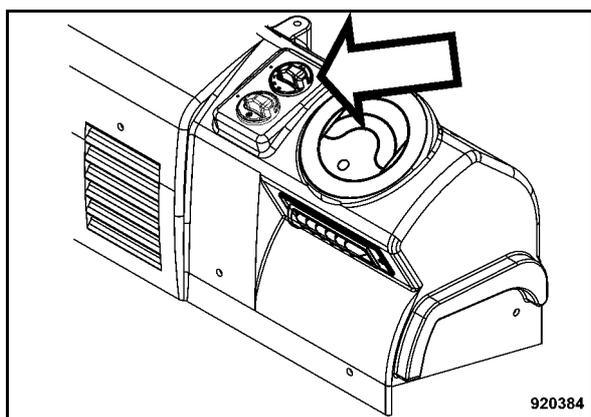

Рис. 149
- Переключить поворотный выключатель вентилятора кабины (Рис. 149) в положение 1.